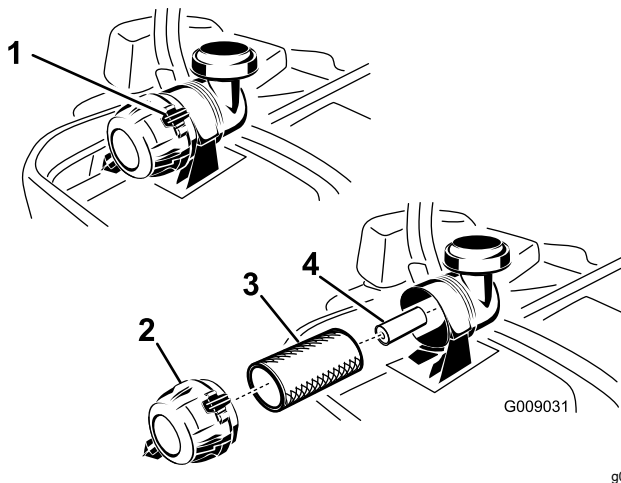

Figure 52
3. Appuyez sur les attaches du filtre à air pour les ouvrir et détachez le couvercle du boîtier du filtre à air (Figure 52).
5. Sortez le préfiltre du boîtier du filtre avec précaution (Figure 52). Évitez de cogner l'élément à l'intérieur du boîtier.
1. Ne nettoyez pas l'élément en papier, remplacez-le (Figure 52).
2. Si vous remplacez l'élément secondaire, insérez-le avec précaution dans le boîtier du filtre (Figure 52).
3. Glissez ensuite le préfiltre sur l'élément secondaire avec précaution (Figure 52).
5. Montez le couvercle, reniflard en bas, et tournez-le pour que les attaches verrouillent le couvercle en place (Figure 52).